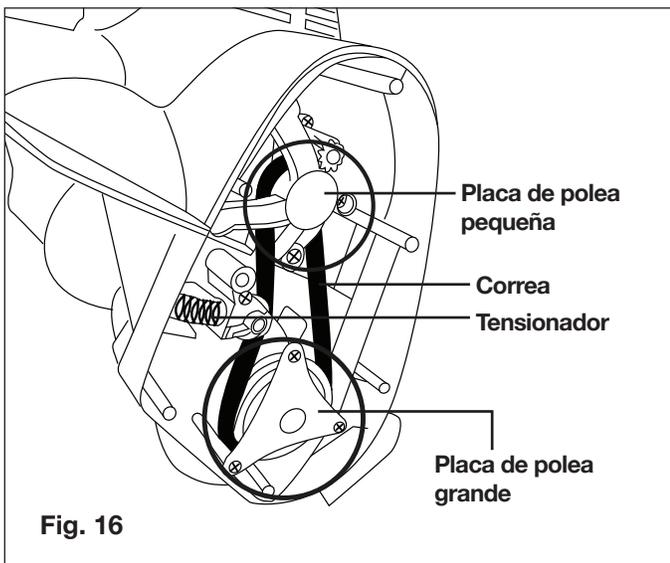

Fig. 16
2. Retire el tensionador (Fig. 16).
3. Destornille los tres (3) tornillos de la placa de polea grande y los cuatro (4) tornillos de la placa de polea pequeña (Fig. 16).
6. Coloque la cubierta izquierda de vuelta en su posición y vuelva a ajustar los siete (7) tornillos.